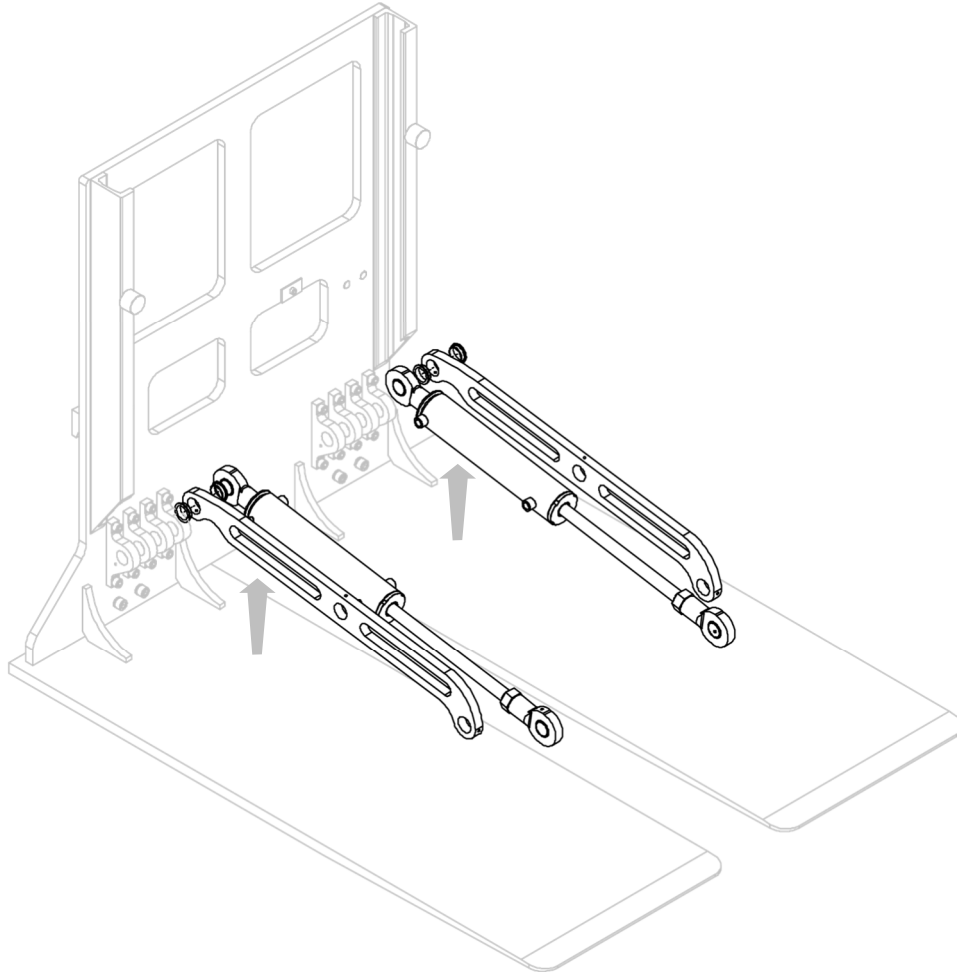

Figura 27
4. Extraer los cilindros y los dos brazos restantes (ver *Figura 27*).